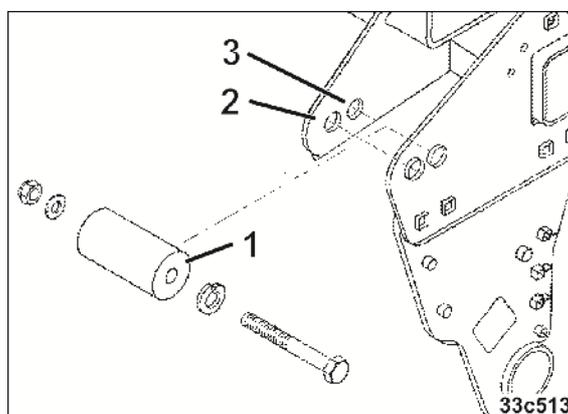

Fig. 96
- dos casquillos de cojinete (Fig. 96/1)
En el caso del equipamiento con PW 600 y KW 580 los casquillos están montados en el orificio 2 (Fig. 96/2).
En el caso del equipamiento con CDW 550 los casquillos están montados en el orificio 3 (Fig. 96/3).